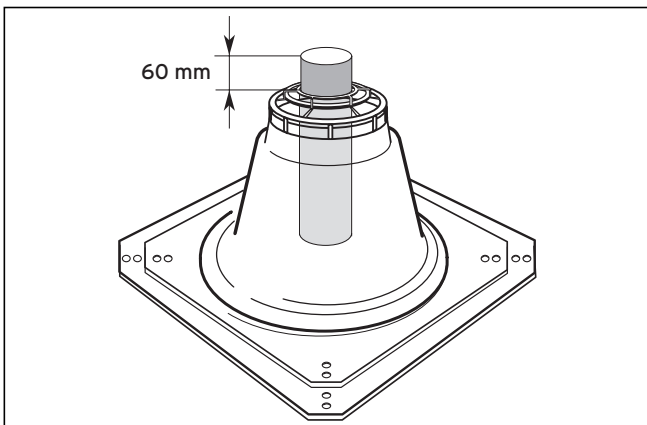

Abb. 6.81 Länge des oberen Abgasrohrs
**Verwenden Sie unbedingt die 4 flexiblen Unterlegscheiben (10), um Materialdehnungen ausgleichen zu können. Verpressen Sie die Unterlegscheiben um 50 %.**
- Kontrolle: Über dem Fuß des Schachtaufsatzes (2) müssen 60 mm überstehen (siehe Abb. 6.81).
- Klemmen Sie die Haube des Schachtaufsatzes (1) über das obere Ende der starren Abgasleitung und drücken Sie sie fest auf. (Die Haube rastet nicht im Fuß ein.)